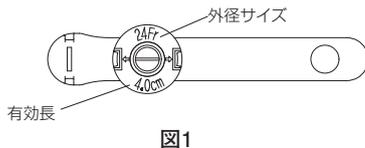

図1
- ・本品：留置中のボタンの体外固定部に記載されたボタンの有効長と外径サイズを確認し(図1)、適合するセット品(MD-49820P, MD-49825P, MD-49830P, MD-49835P, MD-49840P, MD-49845P, MD-49850P, MD-49855P)を準備する。